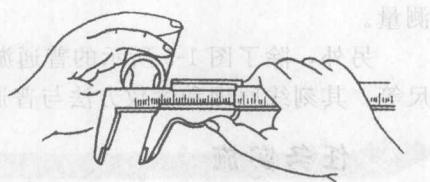

图 1-11 用三用游标卡尺测工件内径
1) 测量时, 应将两量爪开度略小于被测尺寸, 将固定量爪的测量面贴紧工件, 然后轻轻移动游标, 使活动量爪的测量面也紧靠工件, 并使卡尺测量面的边线垂直于被测表面, 紧固螺钉拧紧, 如图 1-11 所示。
(5) 测量工件的内孔深度( $8\text{mm}$ )。